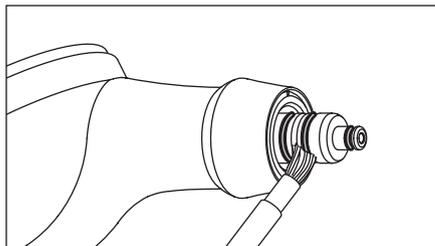

Рис.10
- 1) Тщательно очистите внутреннюю часть соединительной секции наконечника и секцию уплотнительных колец контейнера порошка прилегающей щеткой. (Рис. 10)